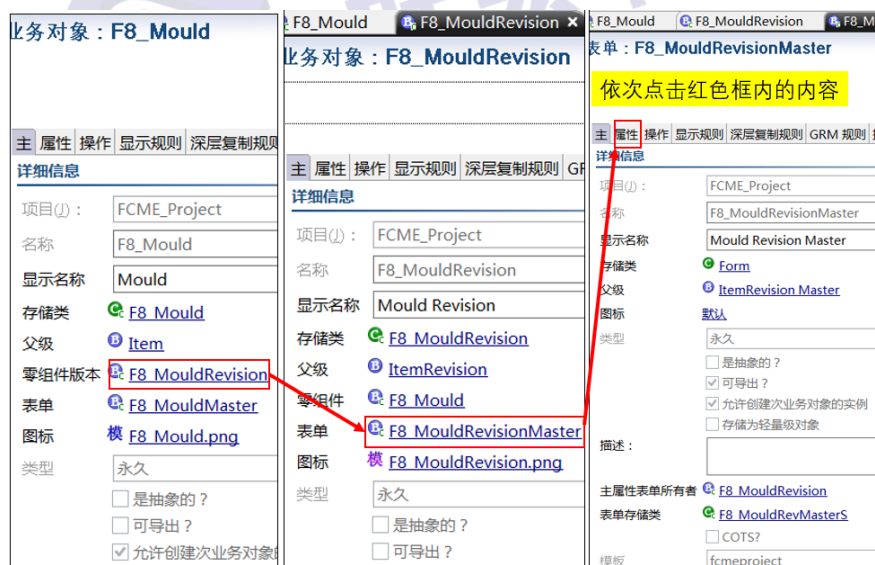

图 3
2、在右侧“F8_Mould”窗口选中“F8_MouldRevisionMaster”表单，随后点击下方窗口的属性，如图 3 所示。